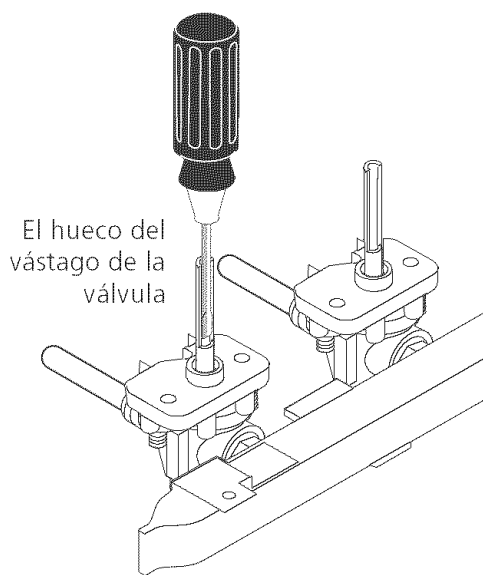

Figura 12
4. Verifique el ajuste "LO" O "SIMMER" de las válvulas de superficie de quemador (ver Figura 12)